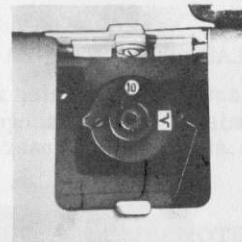

Fig. 36
1. Zet het schabloon no.10 in (Fig. 36).